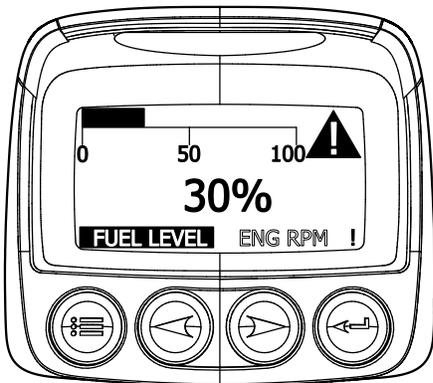

Figure 15. Jauge de carburant
2. Tournez la clé de contact en position de démarrage et lisez la jauge de carburant pour déterminer si le niveau de carburant du moteur est bas (Figure 15).